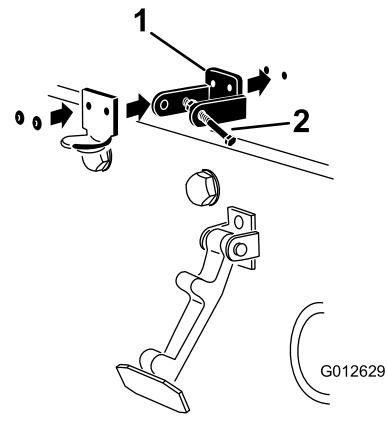

Figura 13
- Alineando los taladros de montaje, coloque el cierre de seguridad para CE y el cerradero sobre el capó. El cierre de seguridad debe estar en contacto directo con el capó (Figura 13). No retire el conjunto de perno y tuerca del brazo del cierre de seguridad.
- Remache el seguro de cierre, el cerradero y las arandelas al capó (Figura 13).